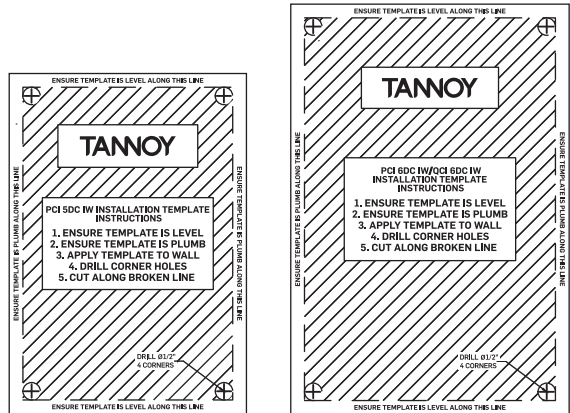
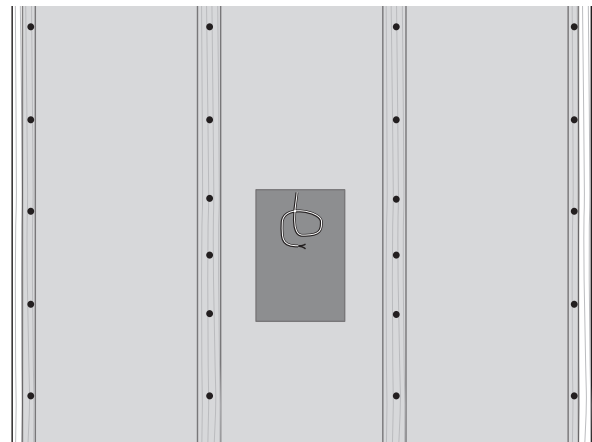

Fig. 1.Cutout Templates
Fig. 2. Drywall Cutout centered between Wall Studs
2. Gebruik de meegeleverde uitgesneden sjablonen (Fig. 1) op de gewenste locatie en maak voorzichtig een gat in de gipsplaat met een geschikt handgereedschap. Verwijder stof en vuil uit het gat (Fig. 2).